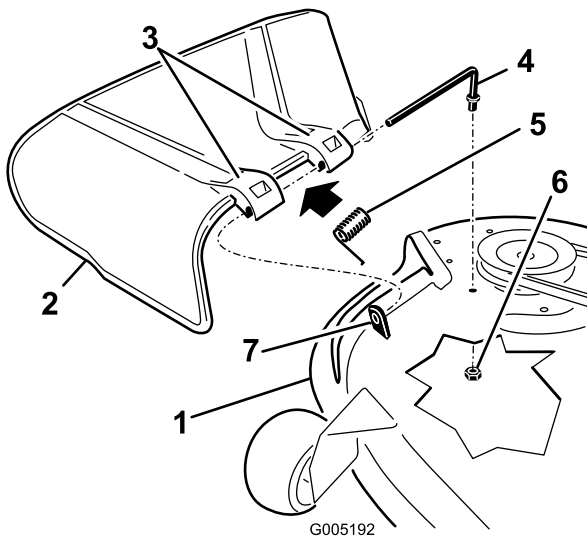

図 76
1. デッキの下側にあるロッド固定ナット※を取り外す 図 76。
2. ロッドを、短い取り付け部から抜取ると、スプリングとデフレクタが外れてくる 図 76。
4. デフレクタを交換する (図 76)。
7. 2つ目のブラケットに、ロッドを通す 図 76。
9. ロッド後部をデッキに差し込み、ナット $\frac{3}{8}$ "で 図 76 のように固定する。